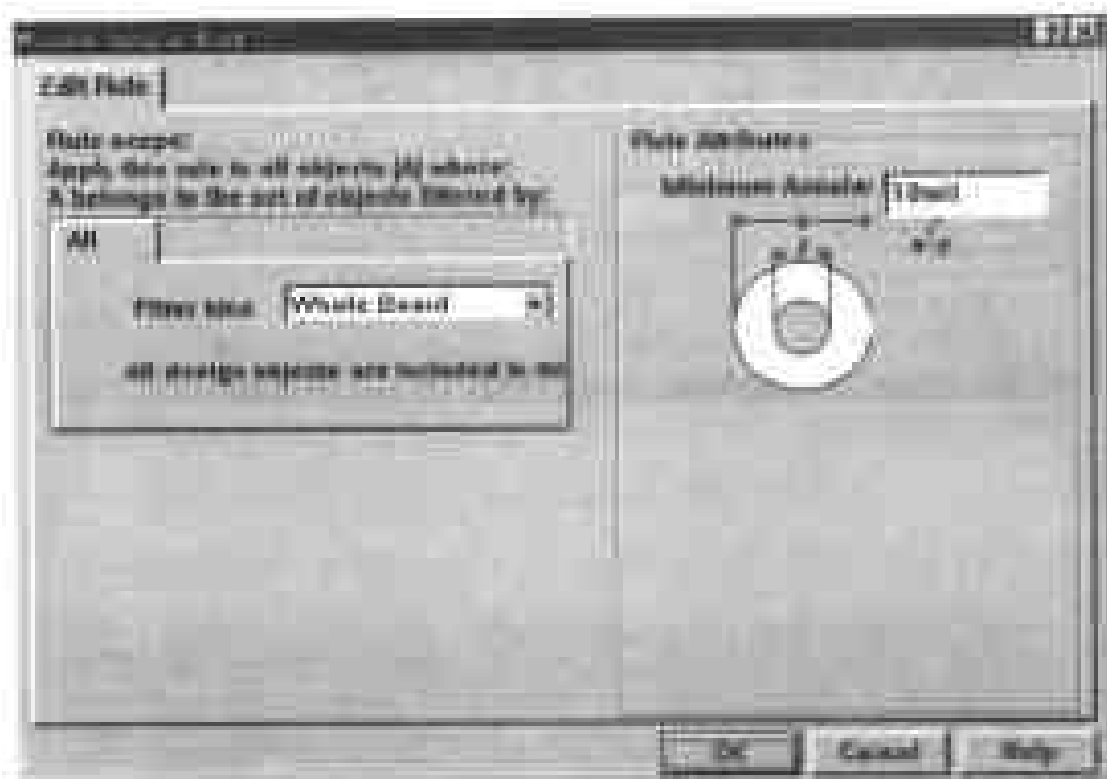

图 9-21 设置铜环的最小宽度的对话框
(2) 在对话框下部的方框中包含 Scope 和 Minimum 两栏,单击 Add 命令按钮,弹出如图 9-21 所示的对话框,供用户设置新的铜环宽度的设计规则。
(3) 在对话框左边单击 Filter kind 选项的下拉列表框,在弹出的下拉列表中包含 Whole Board, Layer, Object Kind, Component Class, Component, Net Class, Net, From-To Class, From-To 和 Pad 这 10 个选项,供用户设置适用范围,它们的作用与前面介绍的相同,此选项的设置将反映在 Design Rules 对话框下部方框的 Scope 栏中。